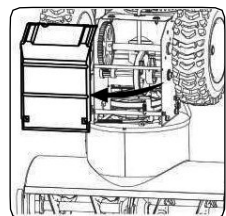

Рисунок 41
2. Осторожно передвиньте снегоуборочную машину вверх и вперёд так, чтобы она встала на корпус шнека. Снимите крышку рамы из-под снегоуборочной машины, открутив четыре болта, фиксирующие её. См. Рисунок 41.